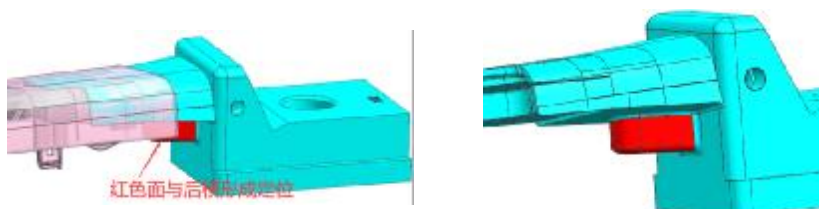

图 4-5 创建定位机构
3. 滑块成型位全部在前模的后模滑块，在滑块成型位与型芯之间应设计导向结构，如图 4-5 所示。